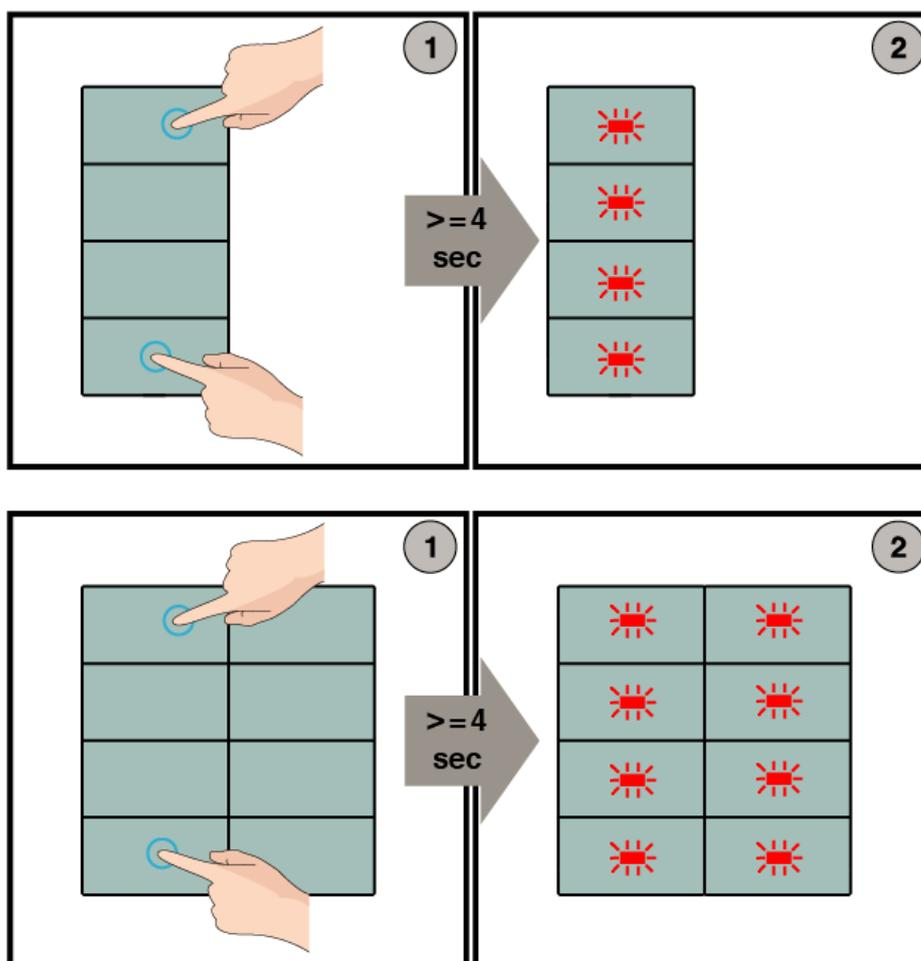

Figura 3 - Programmazione dispositivo
- commutare il funzionamento dell'apparecchio in modalità di programmazione premendo contemporaneamente per almeno 4 secondi il primo e il quarto pulsante nella configurazione a 4 tasti o il primo e il quarto pulsante sul lato sinistro per la configurazione a 8 tasti (si veda lo step 1 in Figura 3);
- rilasciando i pulsanti, tutti i LED lampeggiano con colore rosso (step 2 in Figura 3); il dispositivo è in modalità programmazione;
Per effettuare il reset del dispositivo, tenere premuta la stessa combinazione di tasti utilizzata per entrare in modalità programmazione (Figura 3), per un periodo di tempo pari ad almeno 10 secondi; i LED dapprima lampeggiano e successivamente si spengono: il reset è stato effettuato. A questo punto è necessario effettuare nuovamente l'indirizzamento e la configurazione del dispositivo mediante ETS.